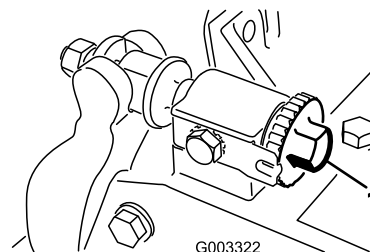

Figura 7
- A. Rode os parafusos de ajuste da barra de apoio no sentido dos ponteiros do relógio (Figura 7), um clique de cada vez, até que se veja e oiça um leve contacto.